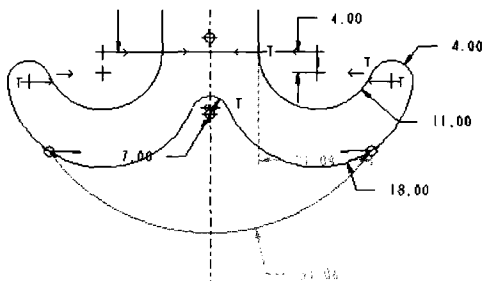
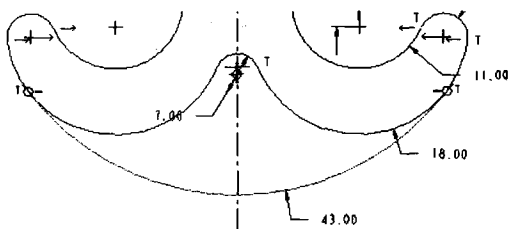

图 1-30 绘制圆弧
图 1-31 修改尺寸
(15) 单击  按钮, 绘制如图 1-30 所示的圆弧, 并将圆弧半径改为 43, 完成后的圆弧如图 1-31 所示。